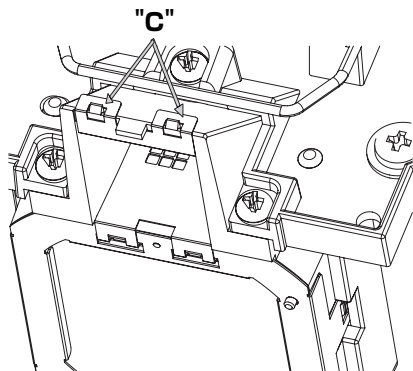

図5
- 3 図5のようにランプアタッチメントがランプユニットの爪に
- 4 ランプアタッチメント"c"部（図5参照）をランプユニット